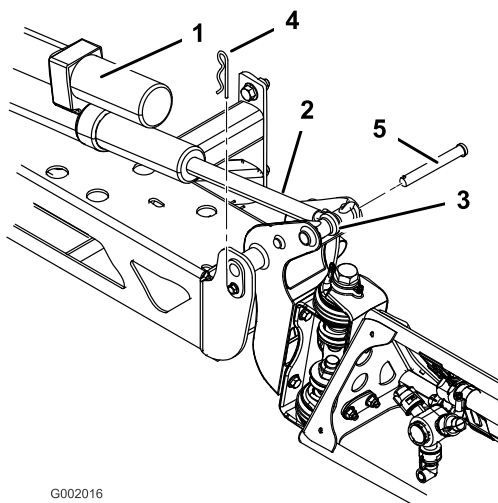

Figura 42
2. Retire el pasador de horquilla del pasador de giro (Figura 42).
3. Levante el brazo y retire el pasador (Figura 42). Baje el brazo lentamente al suelo.
6. Eleve el brazo para alinear el pivote con el émbolo del actuador. Sujutando el brazo, introduzca el pasador a través del pivote del brazo y del émbolo del actuador (Figura 42).